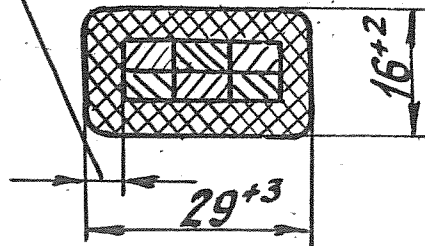

Рис. 6.4 Изолировка отводов НН.
- концы обмоток НН - согласно п.6.2.1.5 (рис.6.4);